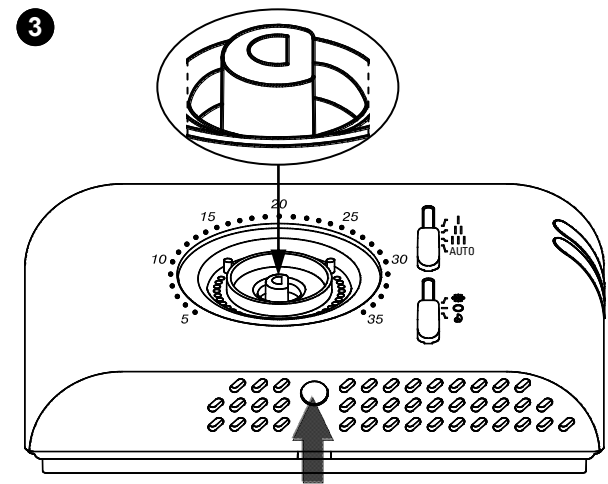

Fig. 4 - Abb. 4
- 3 Empujar, con la ayuda de un destornillador, la lengüeta de plástica situada en la rejilla de la parte inferior hasta levantar levemente la tapa (Fig. 4).
- À l'aide d'un tournevis, pousser la languette plastique située dans la fente en bas jusqu'à soulever légèrement la calotte (Fig. 4).